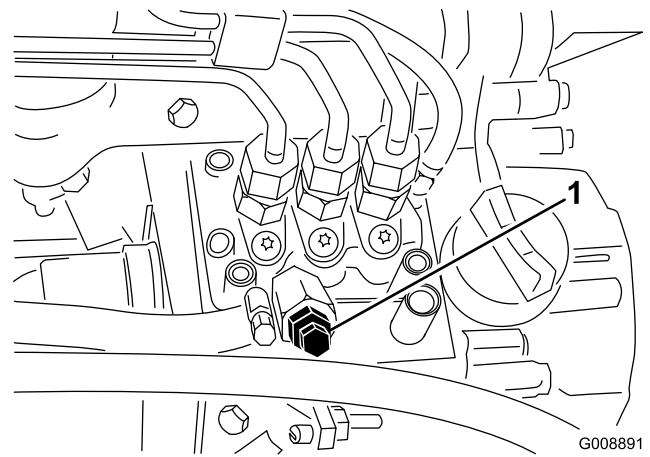

Figura 25
3. Abra el tornillo de purga de aire de la bomba de inyección de combustible (Figura 25).